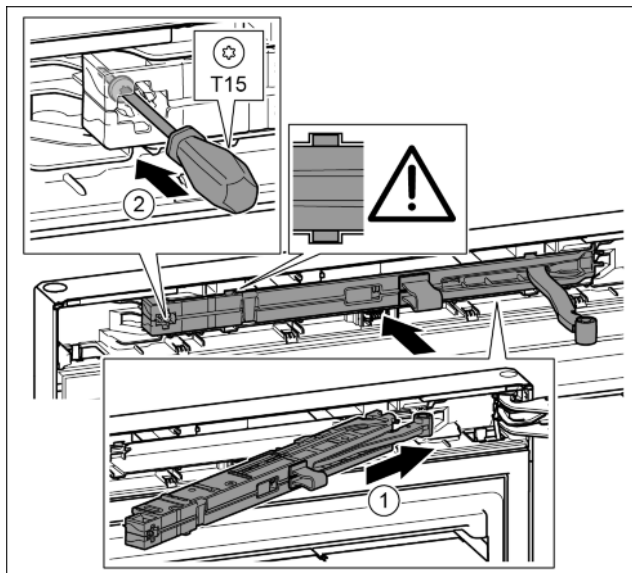

Fig. 24
- ▶ Jednotku tlumiče zavírání na straně stojanu ložiska zasuňte až na doraz šikmo do výklenku. Fig. 24 (1)
- ▶ Šroubovákem T15 pevně utáhněte šroub. Fig. 24 (2)